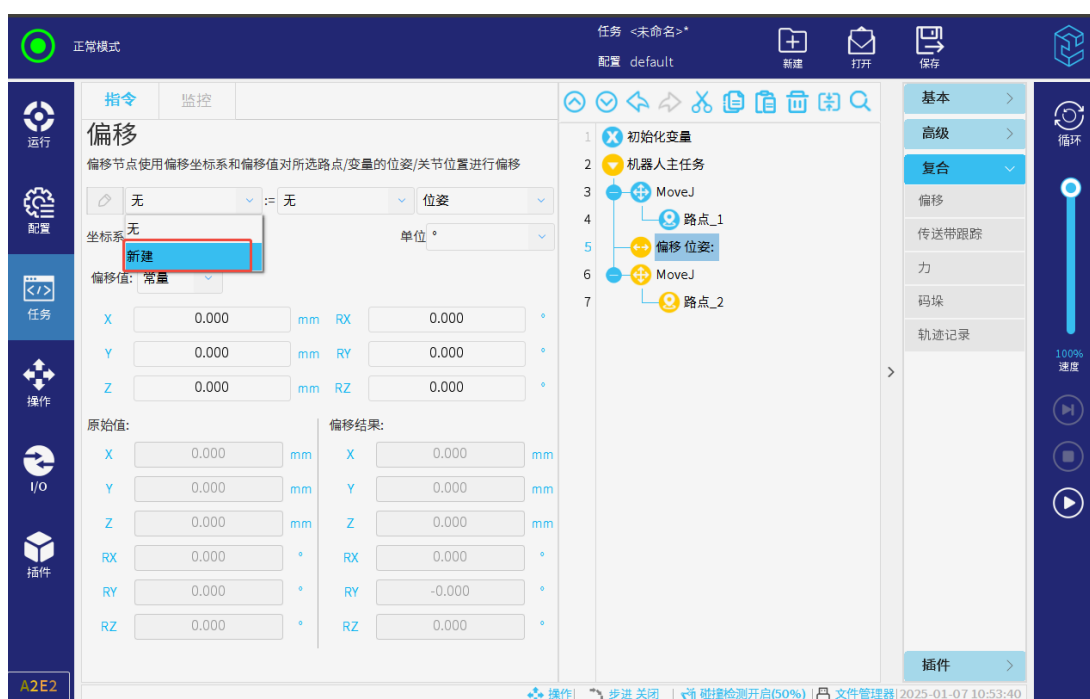

图 3-111: 新建任务变量
- 若需新建任务变量，则点击首行第一个下拉框，选择“新建”，即可新建任务变量，如图 3-111 所示。